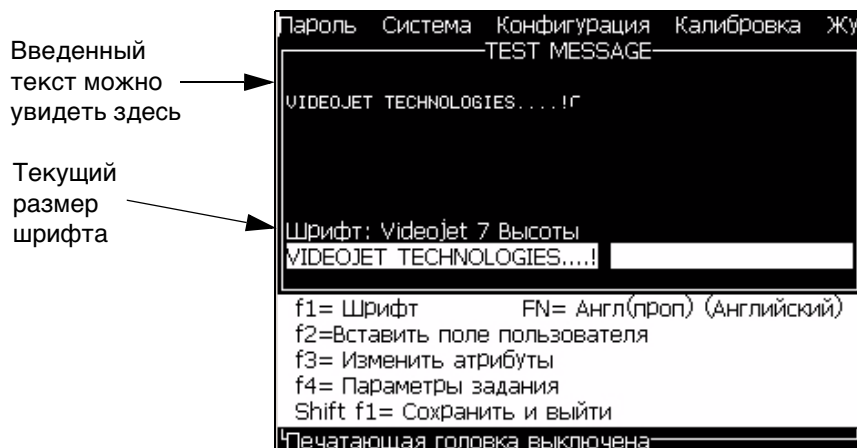

Рисунок 5-5: Создание нового сообщения
- 4 Нажмите кнопку *Enter* (ввод). Появится окно “Message Editor” (редактор сообщений) (смотрите Рисунок 5-5 на странице 5-27).